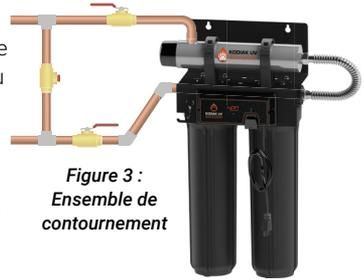

Figure 3 :
- Étape 2 :** Il est recommandé d'utiliser un système de dérivation car cela permettra d'isoler le chambre UV. Cela permettra d'accéder plus facilement au système pour l'entretien (voir figure 3)